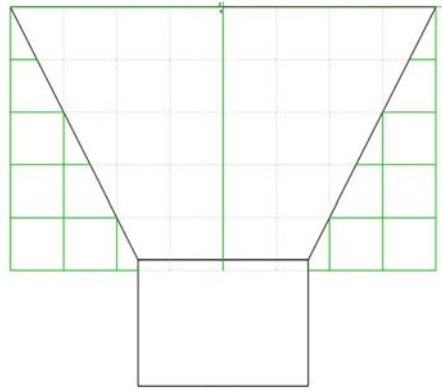

Abb. 6
- (II) Bestimmung der Schnittprofile z. B. durch ein geeignetes Hilfsraster (Abb. 6).